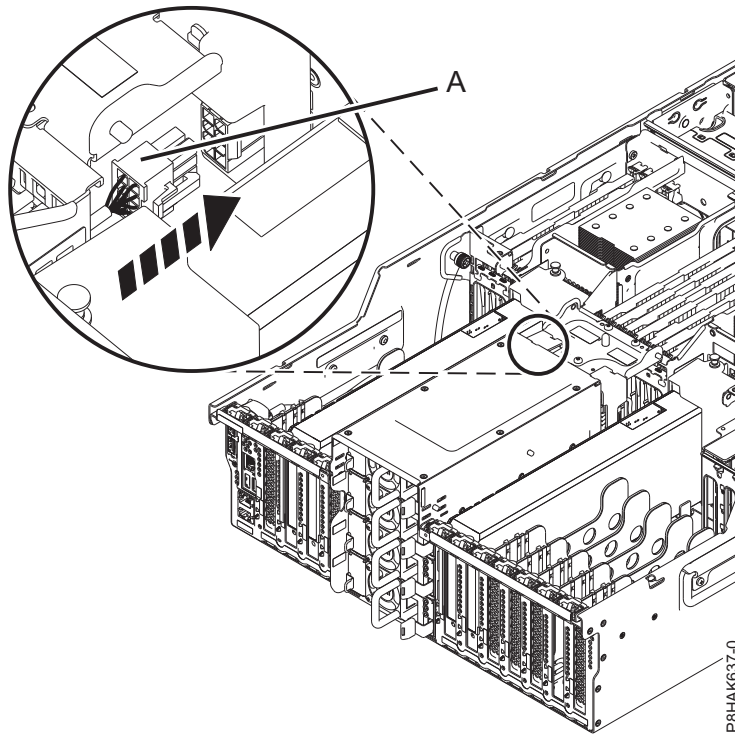

Figura 41. Conexión de los cables de alimentación para el adaptador PCIe del adaptador GPU en el sistema 8247-42L
6. Si está instalando o sustituyendo el Adaptador PCIe GPU gen3 x16 (FC EC47 o EC4B) en un sistema 8247-42L, conecte el cable de alimentación auxiliar (**A**) a sus conectores en la placa posterior del sistema, tal como se muestra en Figura 41 en la página 48. Si está instalando o sustituyendo cualquier otro adaptador, vaya al paso siguiente.